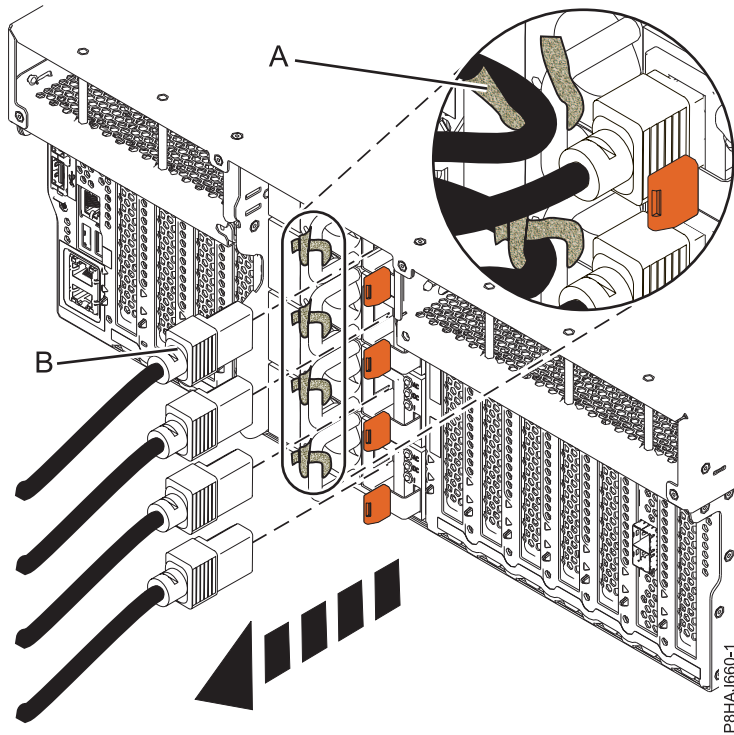
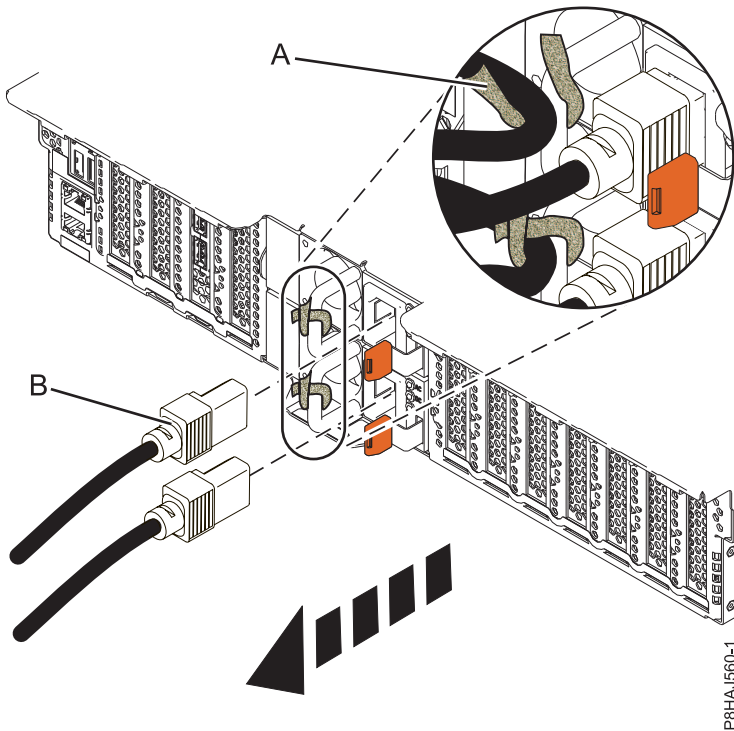
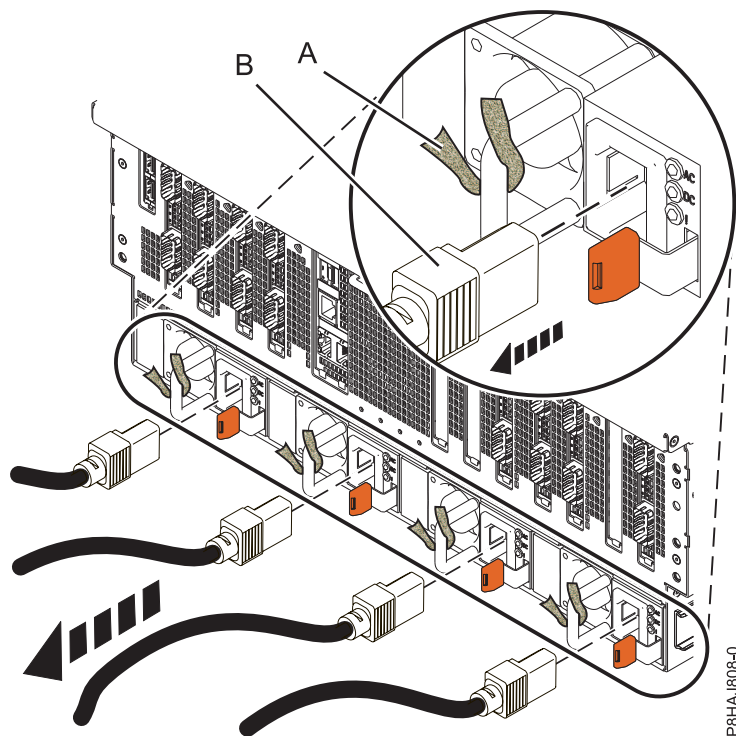

Figura 102. Extracción de los cables de alimentación de un sistema 8247-42L, 8286-41A o 8286-42A
Figura 103. Extracción de los cables de alimentación de un sistema 5148-21L, 5148-22L, 8247-21L, 8247-22L, 8284-21A o 8284-22A
Figura 104. Extracción de los cables de alimentación de un sistema 8408-44E o 8408-E8E
- Desconecte los cables de alimentación **(B)** de la unidad del sistema. Consulte la Figura 102 en la página 126, la Figura 103 en la página 126 o la Figura 104 en la página 127 según el tipo de sistema.